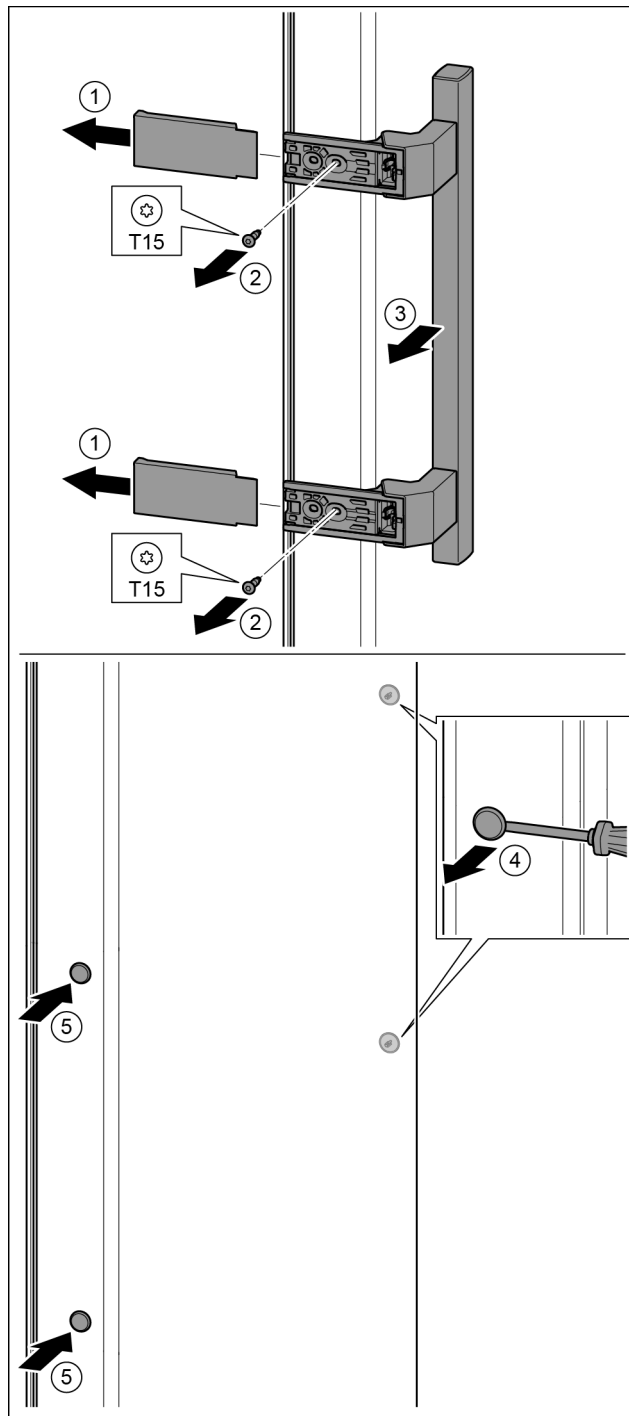

Fig. 18
- ▶ Stáhněte kryt. Fig. 18 (1)
- ▶ Šroubovákem T15 vyšroubujte šrouby. Fig. 18 (2)
- ▶ Sejměte madlo. Fig. 18 (3)
- ▶ Postranní zátku opatrně plochým šroubovákem nadzvedněte a vytáhněte. Fig. 18 (4)
- ▶ Zátku opět vložte na druhé straně. Fig. 18 (5)